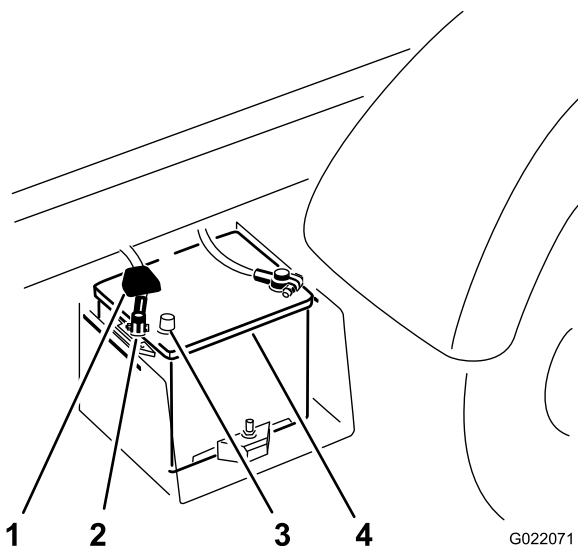

Figur 3
- A. Klem på batteridækslet for at løsne tapperne fra batteribundpladen (Figur 3).
- B. Fjern batteriet fra batteribundpladen (Figur 3).
2. Pres batteridækslet, juster taperne ind efter batteribundpladen, og frigør batteridækslet (Figur 3). Se Klargøring til montering af sættet.